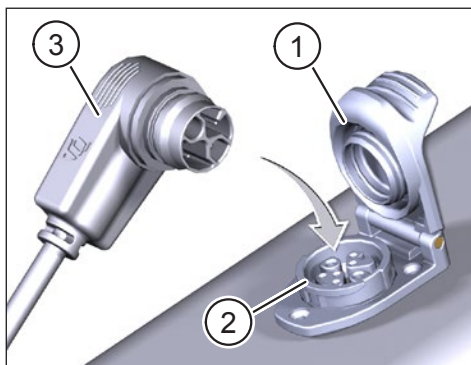

fig. 1: Charger la Battery
- Ouvrez le couvercle (pos. 1 de la fig. 1) sur le port de chargement (pos. 2 de la fig. 1) dans le cadre du vélo.
- Orientez la prise du Charger ou du Range Extender (pos. 3 de la fig. 1) de manière à ce que les codes de la prise du Charger et du port de charge correspondent.
- Branchez la prise (pos. 3 de la fig. 1) du Charger ou du Range Extender dans le port de charge.